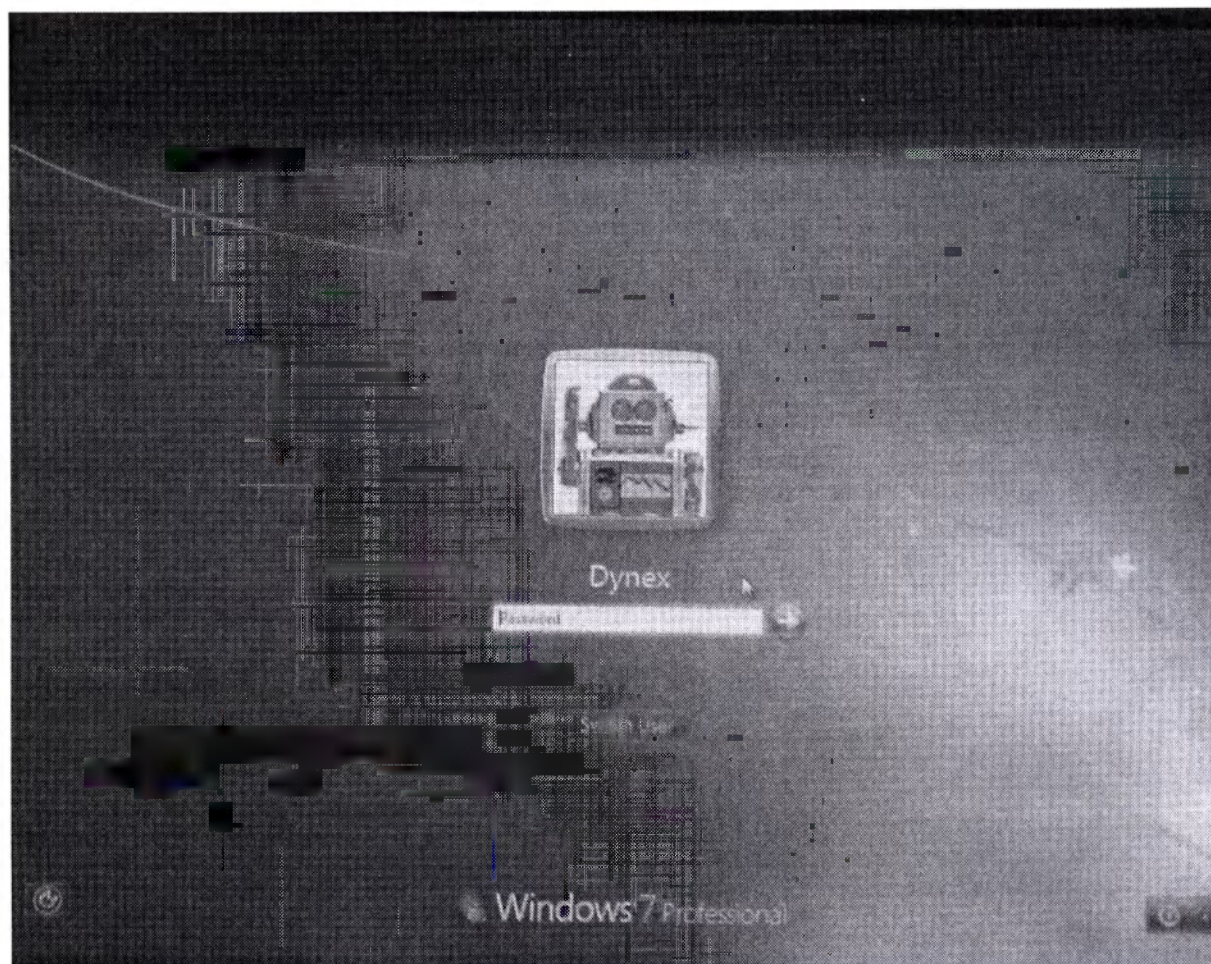

Рисунок 6-1: Окно регистрации
Анализатор «Чароит» работает с приложением под управлением операционной системы Windows™. Доступ к функциям приложения осуществляется через сенсорный экран, расположенный в нижнем правом углу анализатора. Для передачи файлов тестирования и выходных данных предусмотрено несколько портов USB и Ethernet. После включения анализатора на экран выводится Окно регистрации (Рисунок 6-1) и клавиатура для ввода имени пользователя и пароля. Кроме того, во время запуска кратковременно загораются все световые индикаторы.
– кнопка «Выход» используется для передачи управления анализатором от одного пользователя другому. При этом будет отображено «Окно регистрации» (Рисунок 6-1), позволяющее зарегистрироваться другому пользователю. При передаче управления при помощи кнопки «Выход» продолжается выполнение всех текущих операций, новый пользователь может вносить изменения в программу на уровне, присвоенном ему/ей администратором.